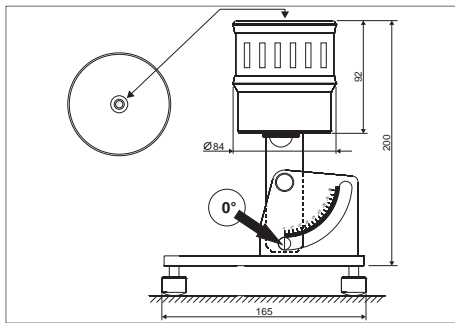

Fig.3: センサの水準
- 日照時間センサをその最終位置に位置決めする前に、センサを垂直に置き、センサの上部にある気泡水準器で、センサを設置するマストあるいはサポートの水平がとれているかどうかを確認して下さい(Fig.3)。